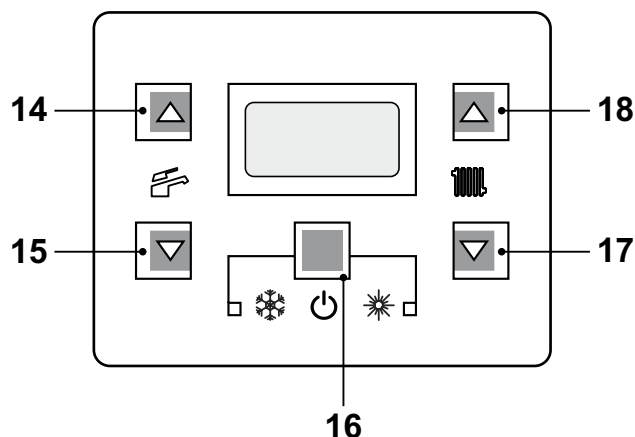
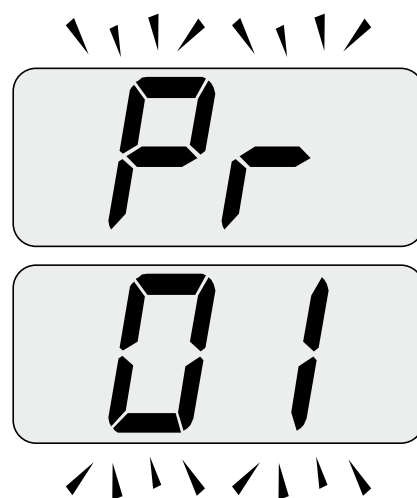
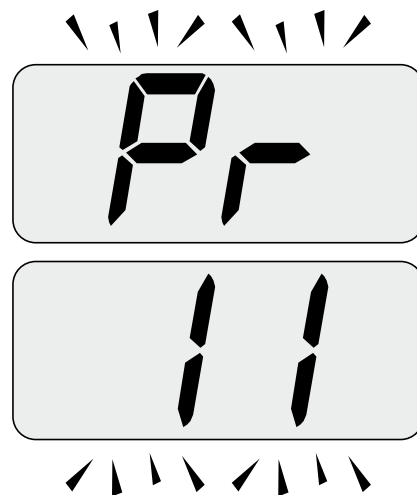

Figura 5.38
Figura 5.39
Figura 5.40
- Entrare in "modalità programmazione" premendo contemporaneamente per 10 secondi i tasti 16 - 17 - 18 (Figura 5.38) fino a far apparire sul display LCD le lettere **Pr** che si alternano con il codice **01**, indicanti l'entrata nel "parametro 01"(Figura 5.39).
- Scorrere i vari parametri utilizzando i tasti 17 o 18 fino a far apparire sul display LCD le lettere **Pr** che si alternano con il codice **11**, indicanti l'entrata nel "parametro 13"(Figura 5.40).
- Premere contemporaneamente i tasti 16 e 18 (Figura 5.38) fino a far apparire sul
- Premendo il tasto 16 (Figura 5.38) si ottiene la conferma del valore inserito.
- Premendo contemporaneamente i tasti 16 e 17 (Figura 5.38) si esce senza modificare il valore (ritorno alla lista parametri Figura 5.40)
- Premendo contemporaneamente per 10 secondi i tasti 16 - 17 - 18 (Figura 5.38) si esce dalla "modalità programmazione".